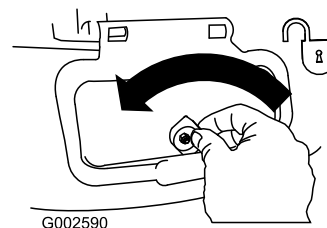

Figura 37
1. Sbloccate lo sportello di scarico laterale (Figura 37).